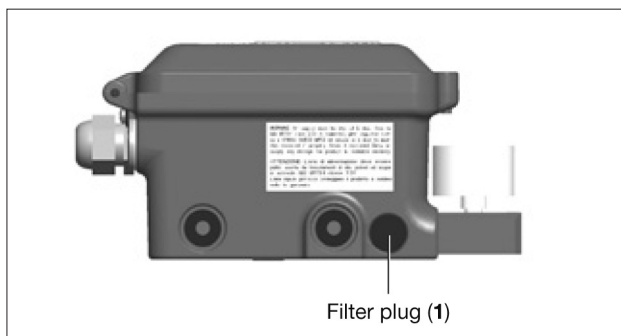

Bild 72
- Mit einem 5 mm-Sechskantschlüssel den Filterstopfen (1) aus dem Gehäuseschrauben (siehe Bild 72).